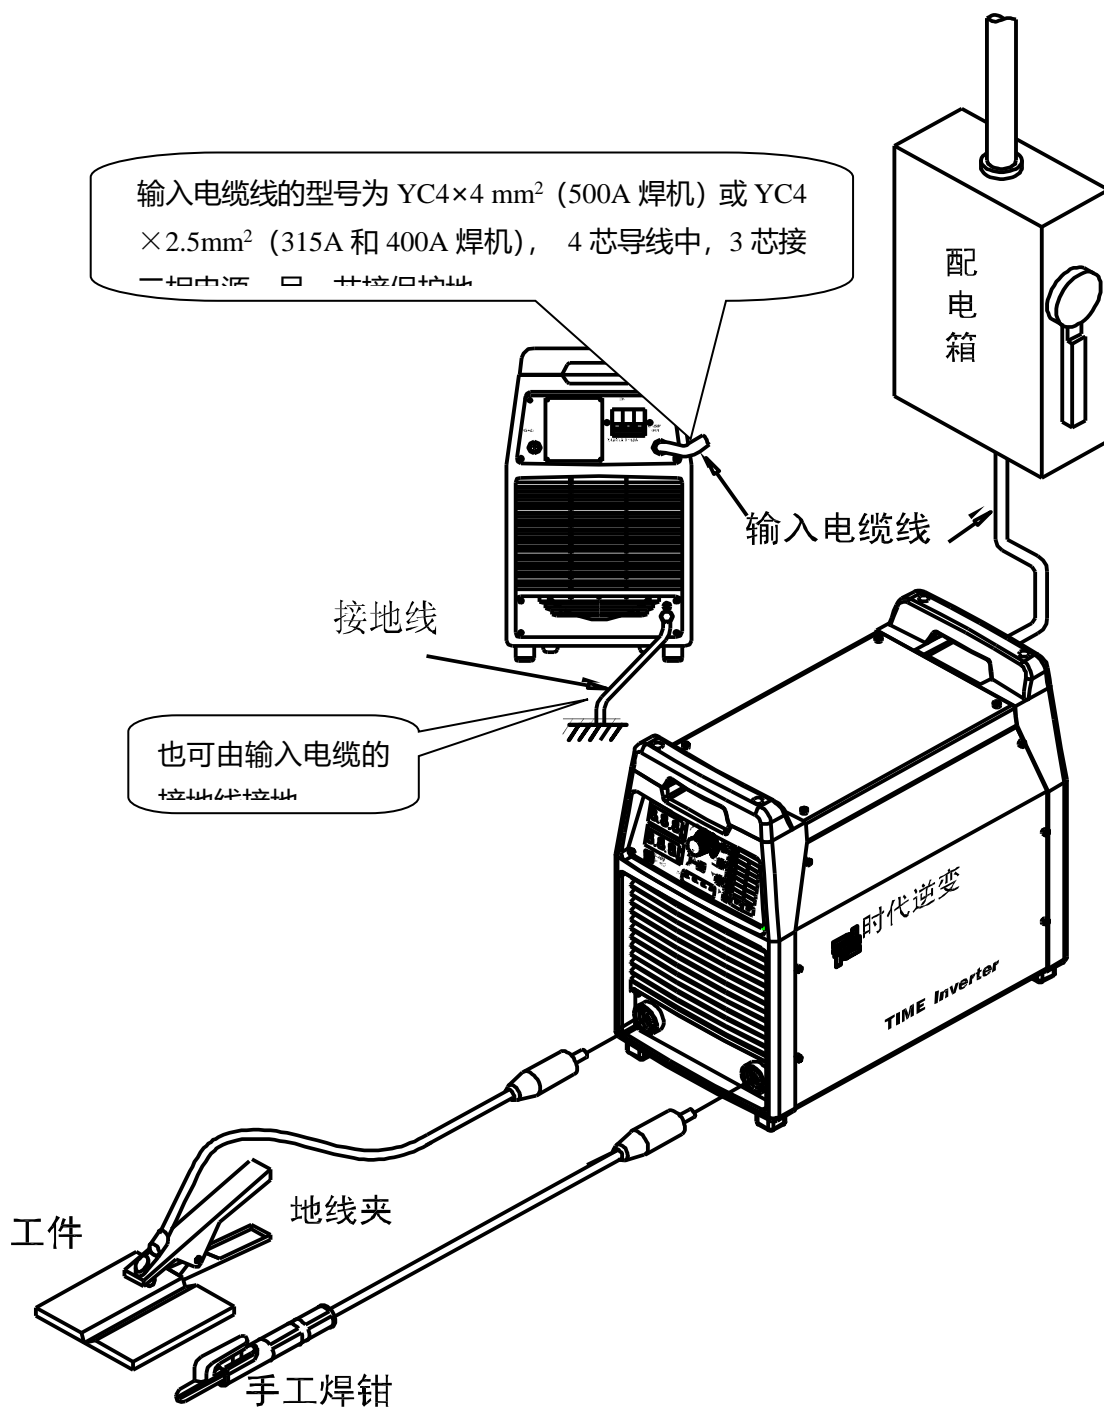

图 6.1 药皮焊条手工焊安装图(焊机应以实物为准)
6.1.1 药皮焊条手工焊的安装 (参考图 6.1)
注意: 配电箱为用户自备设备, 图 6.1 为直流反接法, 若使用直流正接, 请将焊钳与地线夹电缆插头对调插在焊机输出端子上。